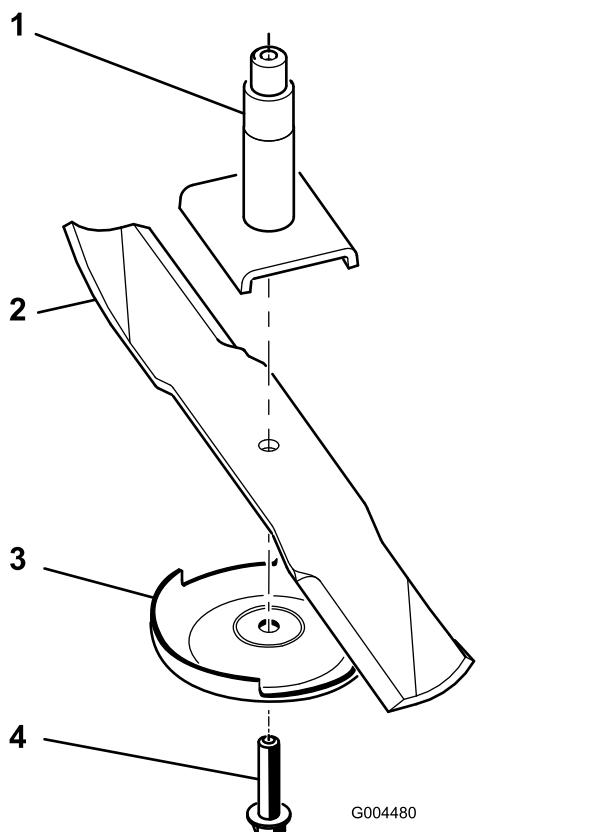

Figura 97
2. Retire del eje de la cuchilla el perno de la cuchilla, el protector de césped y la cuchilla (Figura 97).
Nota: Si la cuchilla se mantiene horizontal, está equilibrada y puede utilizarse. Si la cuchilla no está equilibrada, rebaje algo el metal en la parte de la vela solamente con una lima (Figura 97). Repita este procedimiento hasta que la cuchilla esté equilibrada.